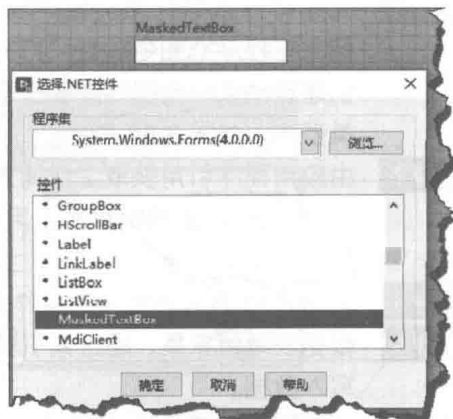

图 8-60 插入 .NET 控件
step 1 首先在前面板放置 .NET 控件容器，然后通过快捷菜单插入所需的控件，本例中插入 MaskedTextBox 控件，用来输入 IP 地址，如图 8-60 所示。